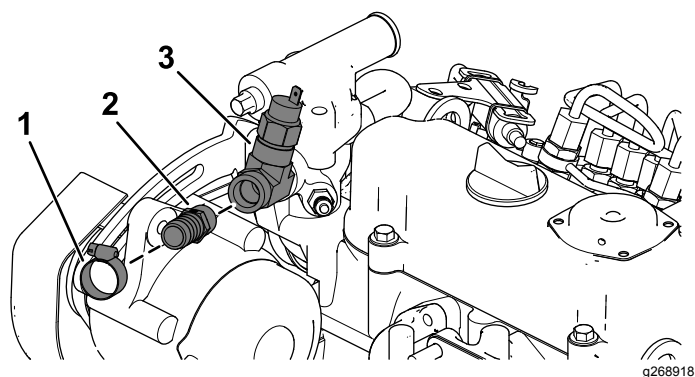

Рисунок 16
- D. Подсоедините шланг ($\frac{3}{8}$ дюйма) и установите переходной штуцер ($\frac{5}{8}$ дюйма) с помощью шланговых хомутов (Рисунок 16).